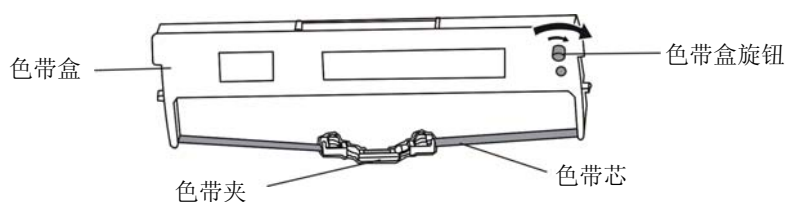

图 2-9 色带盒
5. 取出色带盒，将有旋钮的一面朝向自己，按箭头方向旋转色带盒旋钮，绷紧色带芯，以便于安装（如图 2-9 所示）。